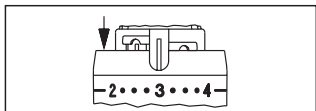

Fig. 10
2. Spostare entrambe le clip di limitazione dalla «posizione di sicura» e inserirli nelle sedi subito a destra e a sinistra dell'indicatore dell'impostazione «3» (Fig. 10).